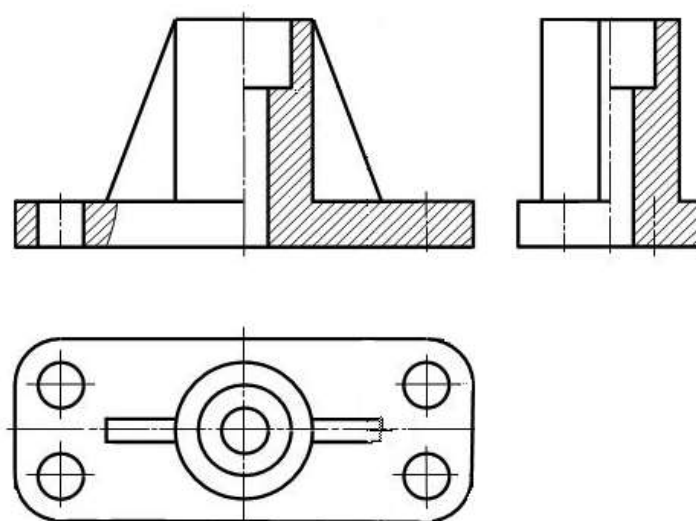

Рис. 4.6
2). Выполнить изображения главного вида (на фронтальной плоскости проекций) и вида сверху (на горизонтальной плоскости проекций) с соблюдением проекционной связи. Одновременно вычерчивают элементы детали на виде слева, используя данные проекций главного вида и вида сверху (рис. 4.6).